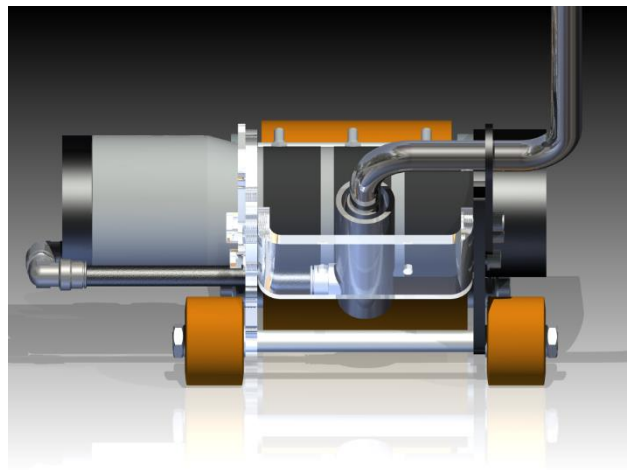

fig. 2
2. Inserire il tubo di alimentazione nel raccordo rapido del motore (fig.2)